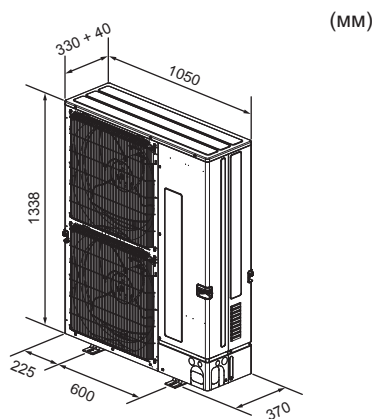

Fig. 2-3
2.3. Габаритные размеры (наружный прибор) (Fig. 2-3)